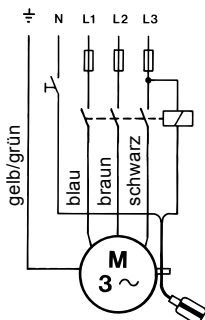

Abb. 8 Schaltplan
**Dreiphasige Pumpen** mit Schwimmerschalter (Unilift KP-A) sind über einen Schütz an das Netz anzuschließen. Siehe Abb. 8.